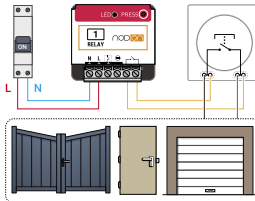

Bild 1
- 3 Verkabeln Sie das Multifunktionsmodul parallel wie in Bild 1.